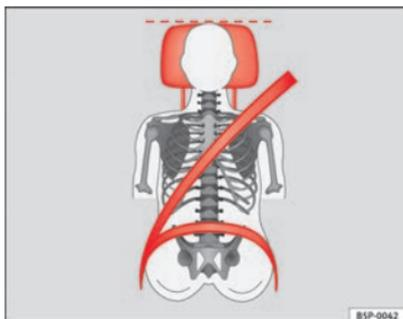
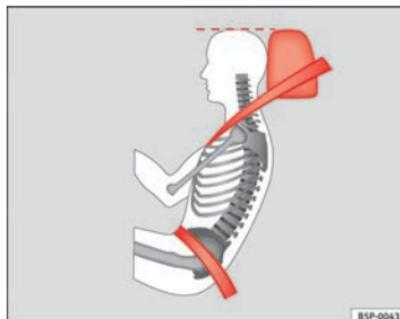

Fig. 87 Vista de frente: encosto de cabeça e cinto de segurança ajustados correctamente
Fig. 88 Vista de lado: encosto de cabeça e cinto de segurança ajustados correctamente
- Ajustar o encosto de cabeça de modo a que o rebordo superior do mesmo fique alinhado com a parte superior da cabeça, no mínimo à altura dos olhos ⇒ Fig. 87 e ⇒ Fig. 88.